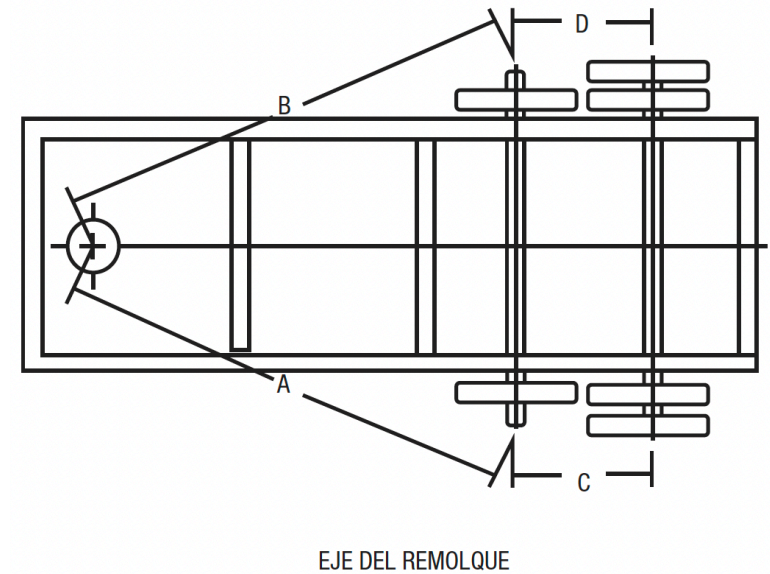

Figura 11
5. Midiendo a partir del perno rey del remolque mueva la viga del lado opuesto al que se le aplicó el cordón de soldadura hacia adelante o hacia atrás, hasta que la distancia del perno rey a ambas terminales sea equidistante (un máximo de tolerancia de 1/8" se considera aceptable). (Ver Figura 11)
7. Para ejes adicionales, ajuste hasta que ambas terminales del eje adicional estén equidistantes de eje delantero (1/16" máximo de tolerancia es comúnmente considerando aceptable en la distancia entre ambos ejes, (Ver Figura 11) continúe si está dentro de las especificaciones con los pasos No. 4 y 6.